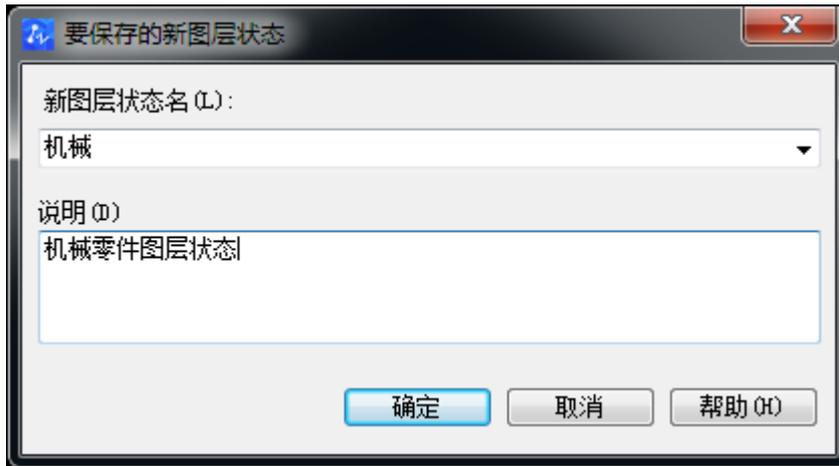

图 5-24 图层状态管理器对话框
**新建：**打开如图 5-24 的“要保存的新图层状态”对话框，创建图层状态的名称和说明。